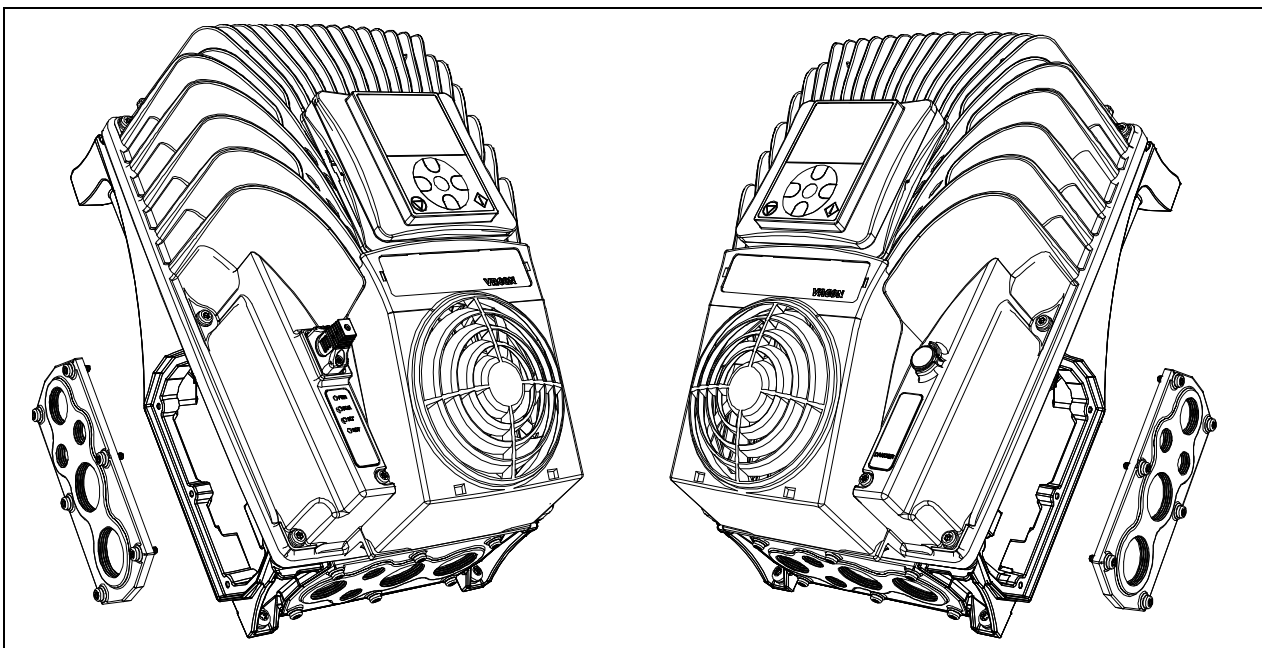

Рисунок 46. Отсоедините пластину кабельного ввода: пример для MM5.
- Снимите пластину для кабельного ввода с левой стороны преобразователя, если сетевой выключатель должен быть установлен с этой стороны. В ином случае, снимите пластину кабельного ввода с правой стороны. Смотрите Рис. 46.